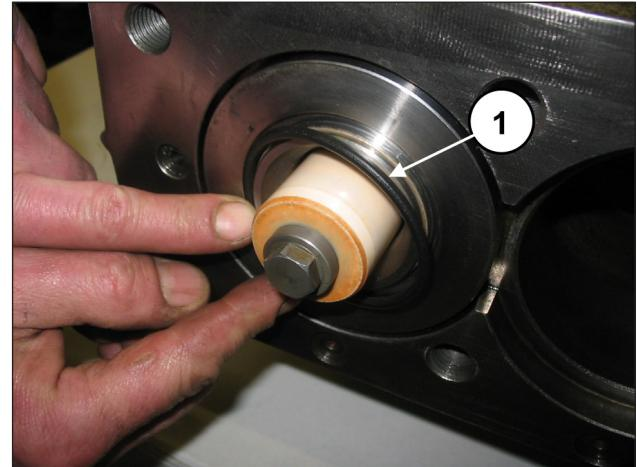
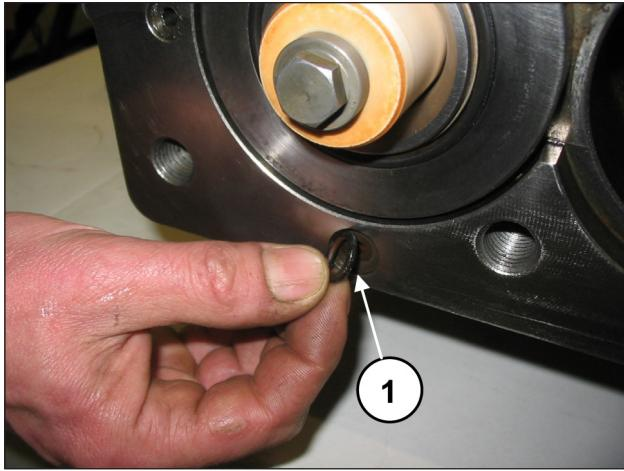

Abb. 161
Abb. 162
Montieren Sie den frontseitigen O-Ring der Buchse (Pos. ①, Abb. 161) und den O-Ring der Umlaufbohrung (Pos. ①, Abb. 162).